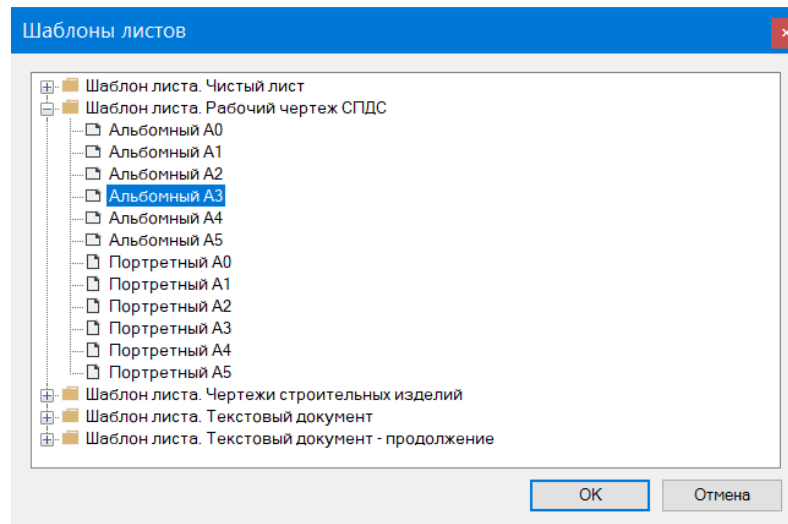

Рис. 128. Выбор необходимого формата в окне Шаблоны листов
8. В результате выполнения действия шага 7 откроется окно Шаблоны листов, в котором можно выбрать необходимый формат, например Шаблон листа. Рабочий чертеж СПДС → Альбомный А4 → Ок (рис. 128). Для того чтобы использовать рамки из СПДС других форматов, сначала следует задать необходимый формат листа на печати (см. п. 4.2).